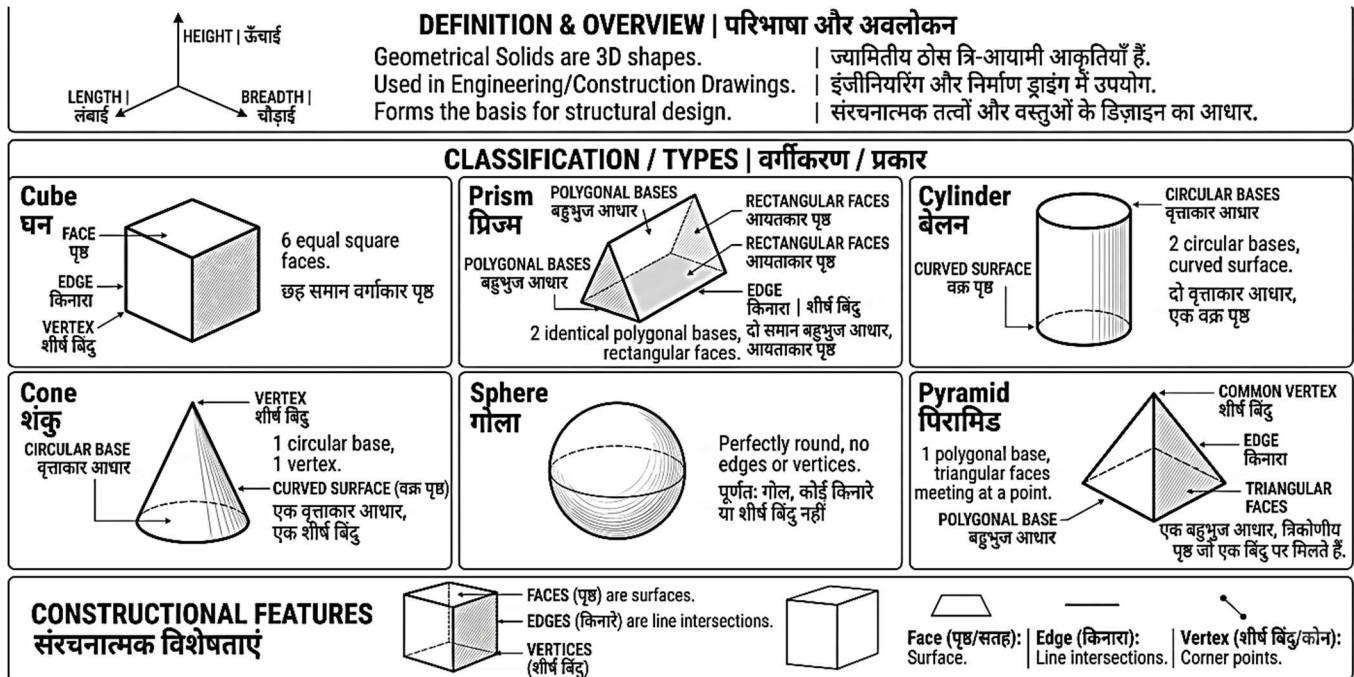

Fig. 2.11: Classification of Geometrical Solids | ज्यामितीय ठोसों का वर्गीकरण
2.11.1 Definition: (Fig. 2.11)
2.11.1 परिभाषा: (Fig. 2.11)